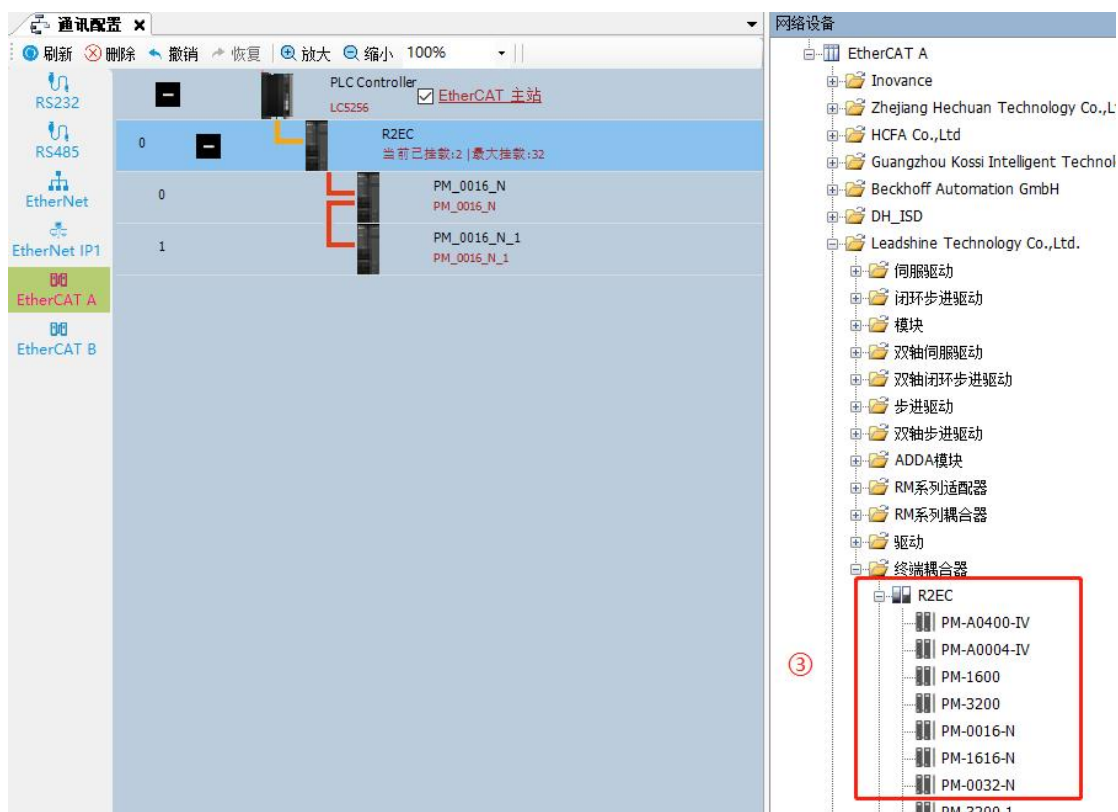

图 11.3 PLC 本体添加扩展模块
- ① 在设备树栏中，鼠标左键双击“LocalConfig”进入 PLC 本体模块配置界面；
- ② 在本地 IO 模块栏里，鼠标双击所需模块或单击后将模块拖动到配置页面即可完成模块增添，如图 11.3 所示；
- ③ 可在配置页面表可见已经选择增加的模块，如图 11.3 所示；